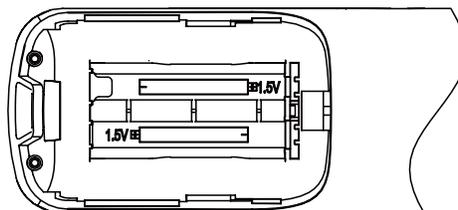

Figura 8
3. Retire as pilhas usadas. Instale novas pilhas AAA de acordo com as polaridades positiva e negativa indicadas (consulte a Figura 8). Feche a tampa das pilhas.